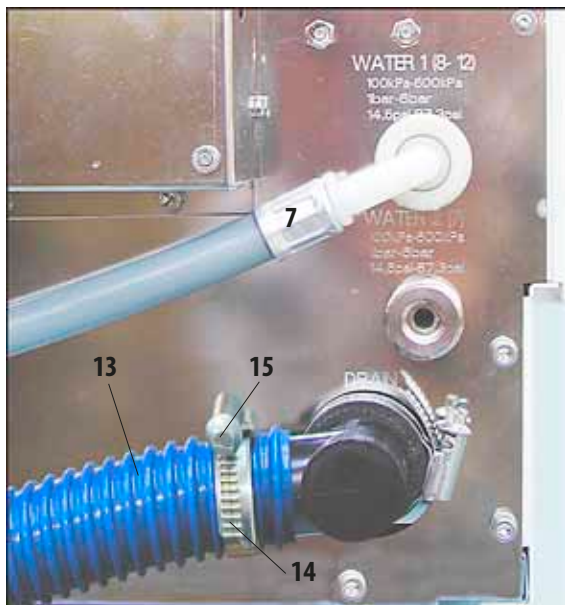

Рис. 9
- Выходной соединительный элемент (10) может поворачиваться в различных направлениях, в зависимости от того, где расположен сливной шланг - слева или справа от прибора.
- Для настройки соединения, открутите винт (11) зажима шланга (12) в достаточной мере для того, чтобы соединительный элемент (10) мог быть развернут в нужной степени. Отрегулируйте соединительный элемент в необходимой мере (всегда с отверстием, направленным слегка вниз) и затяните винт (11).
- Поверните винт (15) налево (используя отвертку) до тех пор, пока зажим шланга (14) не откроется в достаточной мере, чтобы пропустить сливной шланг (13).
- Натяните сливной шланг (13) на выходной соединительный элемент (10) и верните обратно зажим (14) как показано на рис. 9.
- Поверните винт (15) вправо до тех пор, пока шланг (13) не будет плотно затянут на соединительном элементе (10) с помощью зажима (12).
- Вставьте сливной шланг (13) в сливную трубу и зафиксируйте.